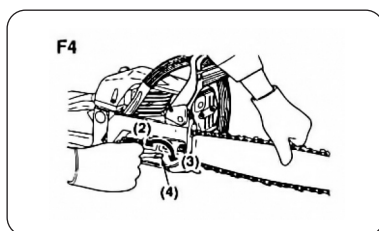

Рис. 4
- Одной рукой держась за конец шины, отрегулировать натяжение цепи, поворачивая натяжной винт до тех пор, пока соединительное звено не коснется нижней стороны направляющей (Рис. 4).